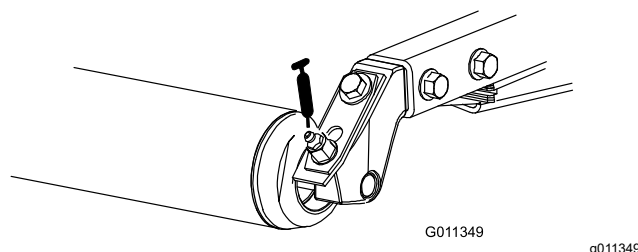

Figura 11
- Rolamentos do cilindro traseiro (2 por cada unidade de corte) – Figura 11